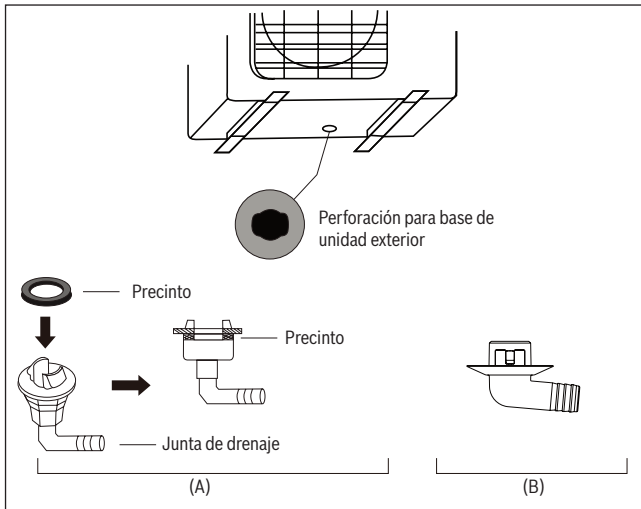

Fig. 24.
#### En caso de que la junta de drenaje venga con un sello de caucho (véase fig. 24 - A), proceda de la siguiente manera:
**En caso de que la junta de drenaje no venga con un sello de caucho** (véase **fig. 24 - B**), proceda de la siguiente manera: